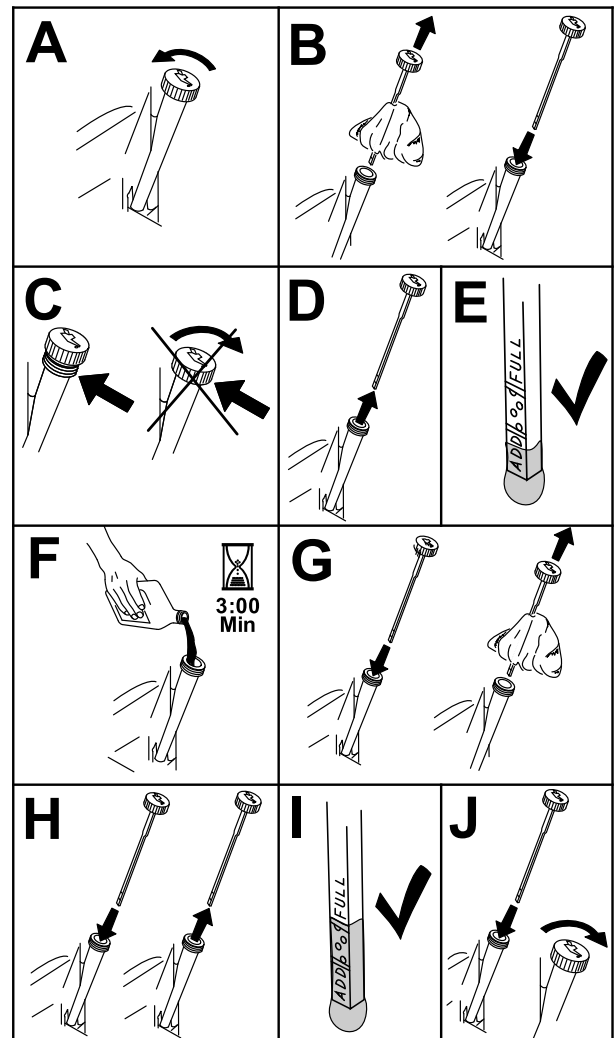

Figure 45
3. Pour éviter de faire tomber de l'herbe, de la poussière, etc., dans le moteur, nettoyez la surface autour du bouchon de remplissage-jauge d'huile, avant de l'enlever (Figure 45).